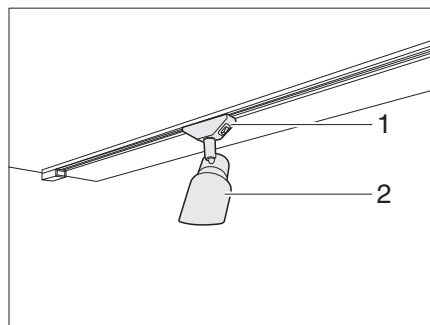

Fig. 43 Faretto a LED
- Afferrare il supporto (Fig. 43,1) e girarlo di 45°.
- Togliere il faretto a LED (Fig. 43,2) dal sistema di guide.
- Riapplicare il faretto a LED (Fig. 43,2) nel sistema di guide nella posizione desiderata e girarlo di 45°.
- Girare il supporto (Fig. 43,1) di 45°.